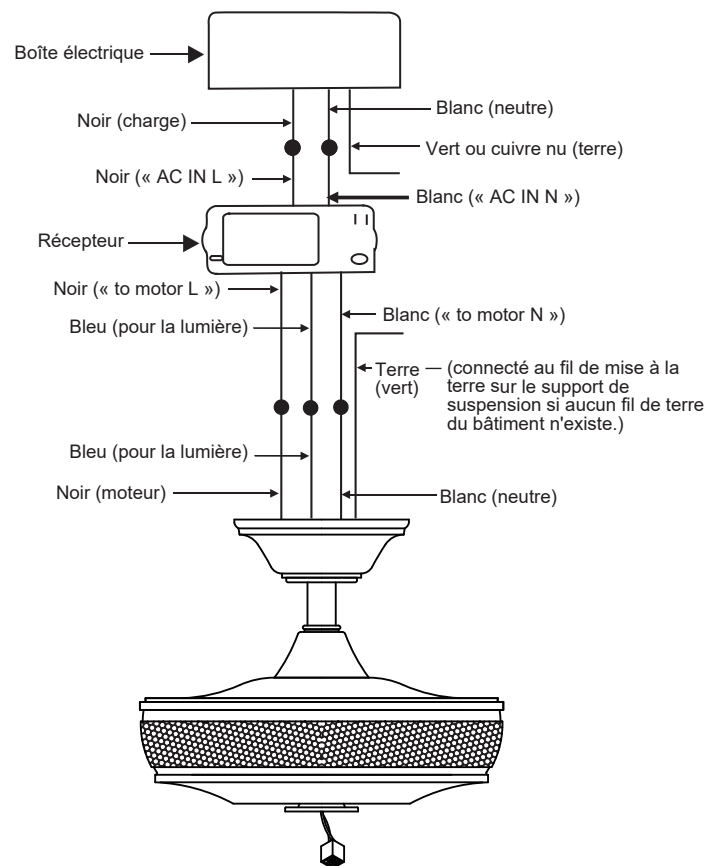

Fig. 14
Étape 2. Connexions électriques du moteur au récepteur : (Fig. 14)
Étape 3. (Fig. 14) Connexions électriques des fils d'alimentation du récepteur aux maisons : Connectez le fil noir (chaud) du plafond au fil noir marqué « AC in L » du récepteur. Connectez le fil blanc (neutre) du plafond au fil blanc marqué « AC in N » du récepteur. Fixez les connexions des fils avec les serre-fils en plastique fournis.
Étape 4. (Fig. 14) Si votre boîte de sortie est équipée d'un fil de terre (vert ou cuivre nu), connectez-le aux fils de terre du ventilateur ; sinon, connectez le fil de terre du support de suspension au support de montage. Fixez la connexion filaire avec un écrou en plastique fourni. Après avoir connecté les fils, écartez-les de manière à ce que les fils vert et blanc se trouvent d'un côté de la boîte de sortie et les fils noir et bleu de l'autre côté. Rentrez soigneusement les connexions des fils dans la boîte de sortie.